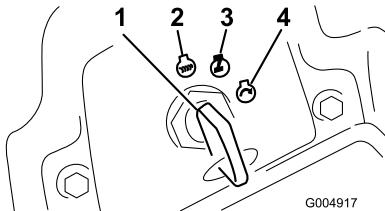

Figura 13
4. Gire la llave de contacto a la posición de Desconectado (Figura 13). Espere a que se detengan todas las piezas en movimiento antes de abandonar el puesto del operador.